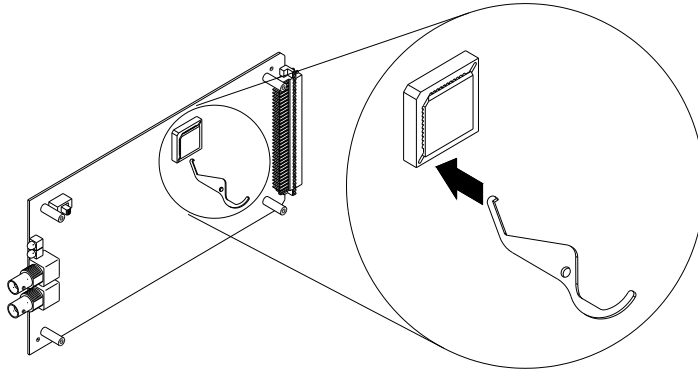

图 5-8：拆卸 149369-01 固件集成芯片
1. 如图 5-8 所示，把拆卸工具插入到 PWA 上芯片插座边角两个开槽中的一个。图 5-8 还展示了要拆卸的集成芯片的大致位置，但其方向则不一定。